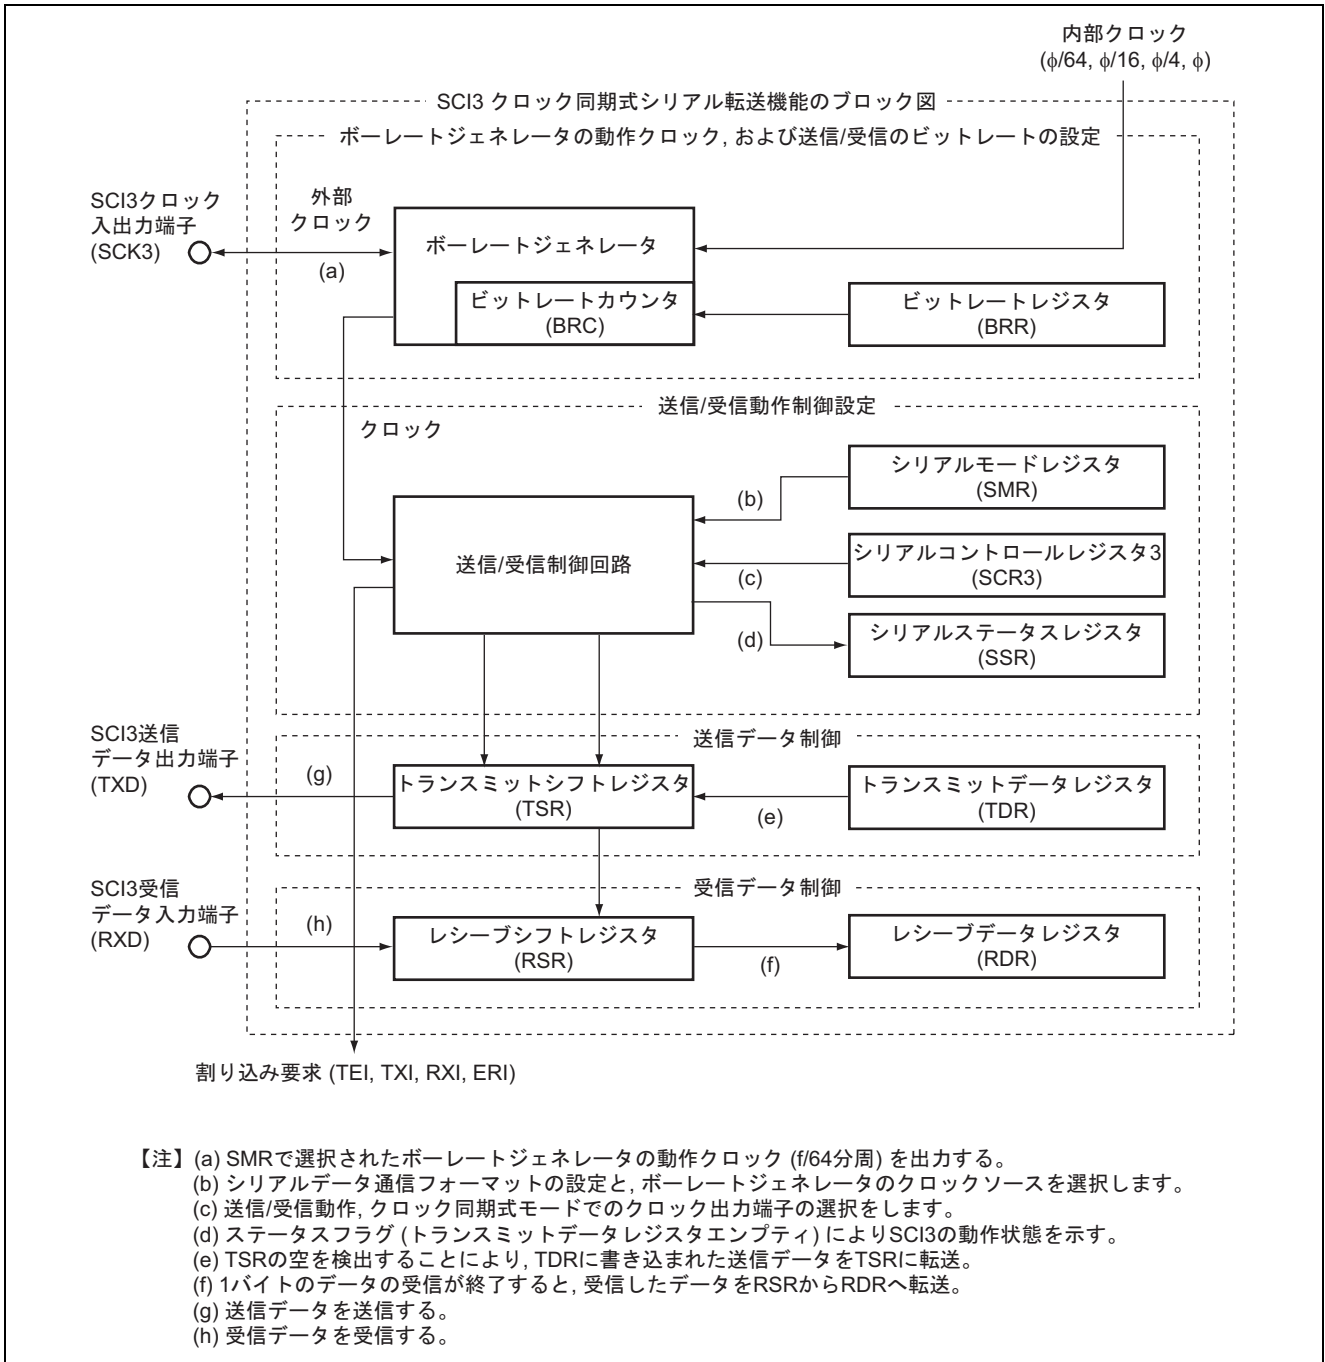

図2 クロック同期式シリアルデータ送信のブロック図
1. 本タスク例では、シリアルコミュニケーションインタフェース (SCI : Serial Communication Interface) を使用して、クロック同期式のシリアルデータの送信を行ないます。図 2 にクロック同期式シリアルデータ送信のブロック図を示します。以下にクロック同期式シリアルデータ送信のブロック図について説明します。